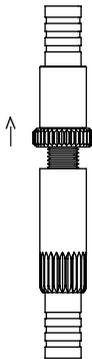

Figura 14
1. Aproxime a porca (8) do regulador superior (9) localizado no conduíte da trava (Figura 14);